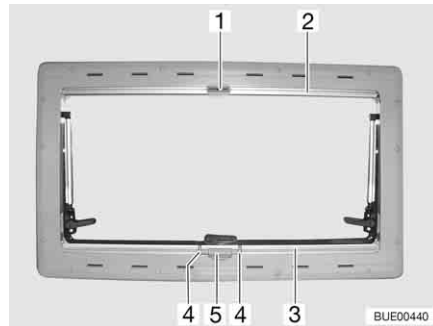

Fig. 64 Fenêtre projetante
- Appuyer sur la poignée (Fig. 64,4) et tirer de bas en haut le store occultant (Fig. 64,3) jusqu'à la hauteur souhaitée.
- Appuyer sur la poignée (Fig. 64,4). Le dispositif de blocage sera alors débloqué.
- Laisser revenir lentement le store occultant (Fig. 64,3) sur la position initiale.
- Tirer la moustiquaire (Fig. 64,2) vers le bas jusqu'à ce qu'elle touche le store occultant (Fig. 64,3) et que le verrou (Fig. 64,1) s'enclenche dans le dispositif de verrouillage (Fig. 64,5).
- Débloquer le verrou (Fig. 64,1).